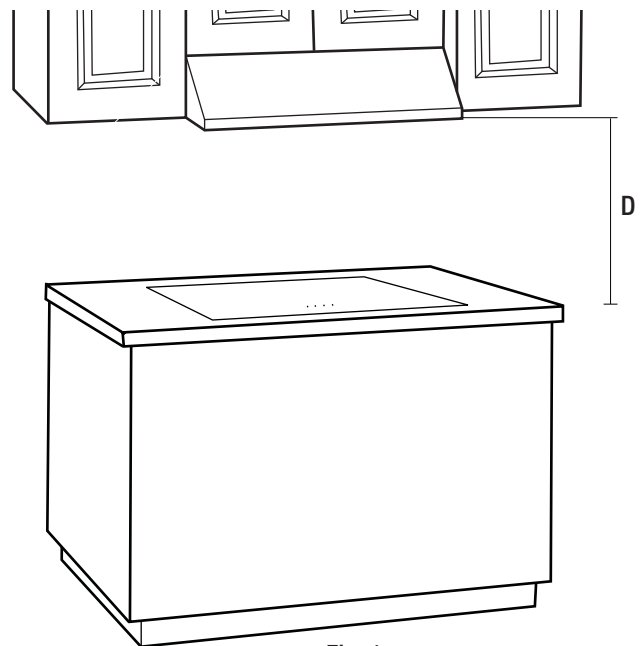

Fig. 1
4. Si decide colgar la campana con la distancia (D) que aparece a continuación (Fig. 1) de la superficie de la cocina, tenga especial cuidado, ya que cuando está en uso, la superficie de la campana puede estar extremadamente caliente al tacto. Para esta unidad, (D en Fig. 1) es 458 mm - 710 mm (18 pulg. - 28 pulg.). Si elige una instalación de 18 pulg., la temperatura de la superficie de la unidad será elevada si la unidad funciona a alta potencia de cocción durante una cierta cantidad de tiempo.